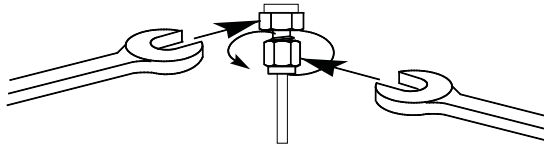

Abbildung 27. Endgültiges Anziehen
- 8 Verwenden Sie für 1/8-Zoll-Swagelok-Armaturen zwei 7/16-Zoll-Gabelschlüssel, um die Armatur mit einer 3/4-Drehung anzuziehen. Siehe **Abbildung 27**.
Verwenden Sie für 1/4-Zoll-Armaturen zwei 9/16-Zoll-Gabelschlüssel, um sie mit einer 1-1/4-Drehung anzuziehen (siehe **Abbildung 27**).